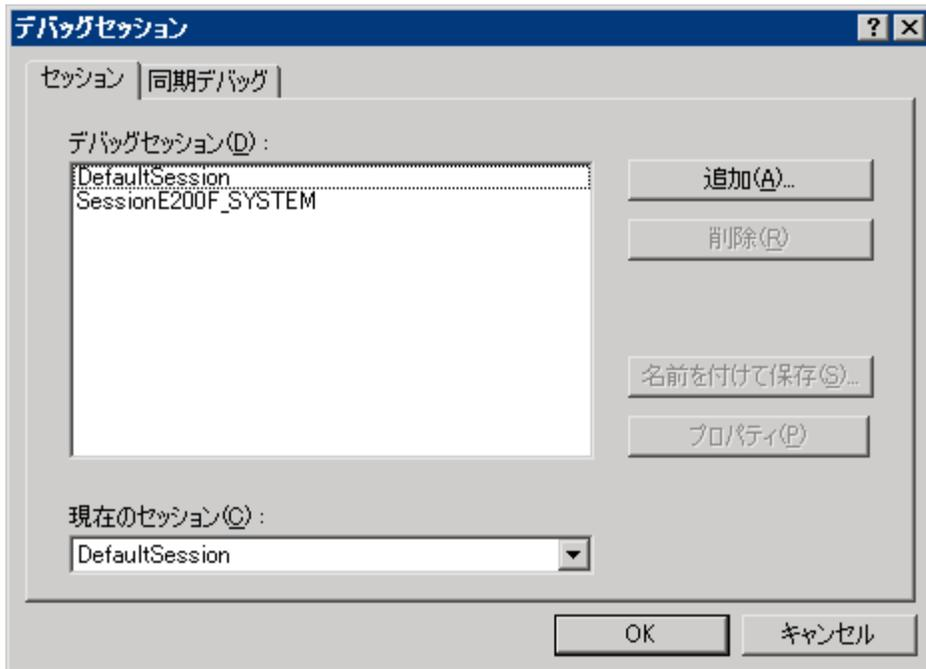

図 4.31 [デバッグセッション]ダイアログボックス
1. [オプション->デバッグセッション...]を選んでください。[デバッグセッション]ダイアログボックスを表示します(図 4.31)。
1. [オプション->デバッグセッション...]を選んでください。[デバッグセッション]ダイアログボックスを表示します (図 4.31)。